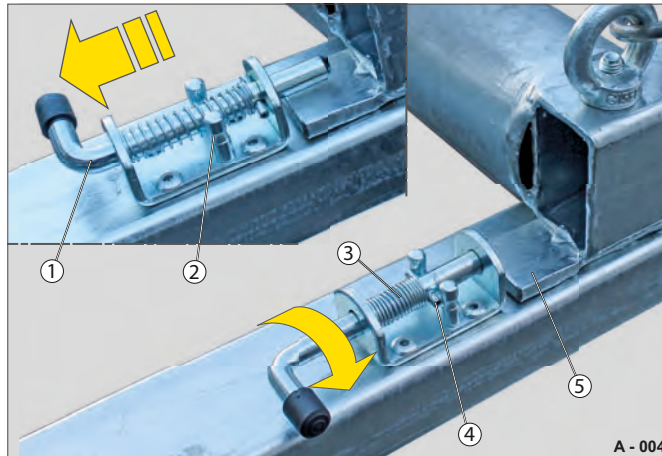

Abb. 22 Riegelbolzen entriegeln
- ▶ Ziehen Sie am Riegelbolzen (Abb. 22/1) gegen die Kraft der Druckfeder (Abb. 22/2).
- ▶ Drehen Sie den Riegelbolzen gleichzeitig um 90° und arretieren Sie die Sicherungsstifte (Abb. 22/4) hinter den Raststiften (Abb. 22/2).
- Die Lasche des Bremsrahmen (Abb. 22/5) wird freigegeben.